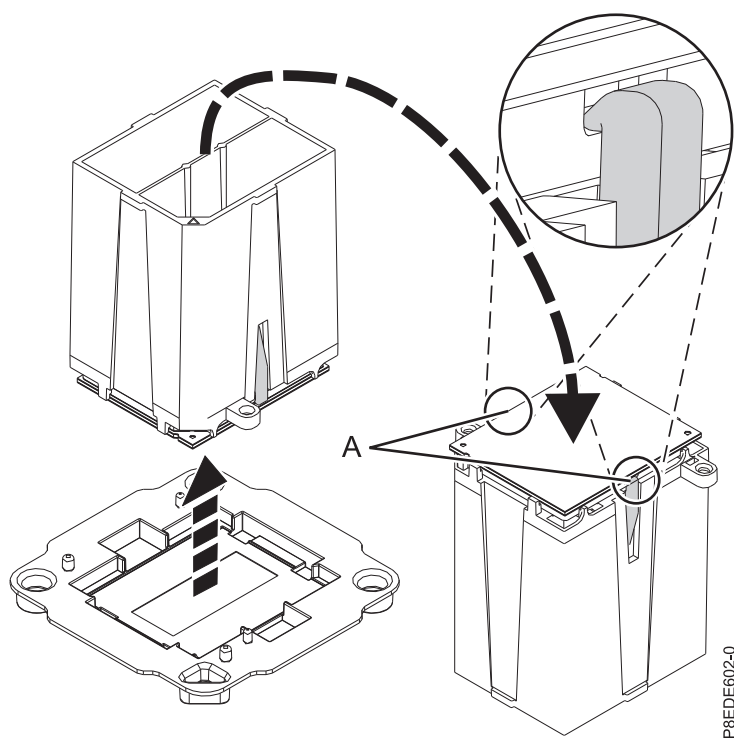

Figura 14. Certificando-se de que o Módulo de Processador do Sistema Esteja Bem Travado na Ferramenta
5. Segure as laterais da ferramenta e do módulo de processador do sistema e levante cuidadosamente para fora da bandeja do módulo de processador do sistema. Em seguida, gire-o para baixo para que o lado do módulo de processador do sistema fique para cima. Certifique-se de que os dois encaixes da ferramenta (A) estejam segurando firmemente o módulo de processador do sistema, conforme mostrado em Figura 14 na página 16.